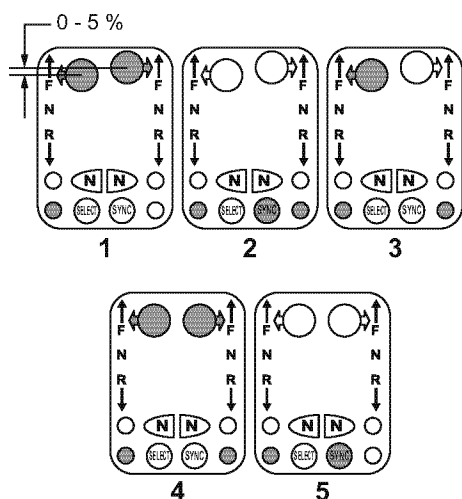

Figura 15
2. Eguagliare tutte le impostazioni relative all'acceleratore e alla trasmissione portando le leve del controllo di marcia attiva e di tribordo in posizione entro il 5 % una dall'altra (1, **Figura 15**) e premere il pulsante SYNC (4, **Figura 15**) sul controllo di marcia. La spia di sincronizzazione lampeggia se le manopole non sono entro il 5 % tra loro (3, **Figura 15**). La spia di sincronizzazione smetterà di lampeggiare e diventa fissa (4, **Figura 15**) appena le leve vengono spostate entro il 5 %. La spia accesa in modo fisso conferma che la sincronizzazione è inserita.